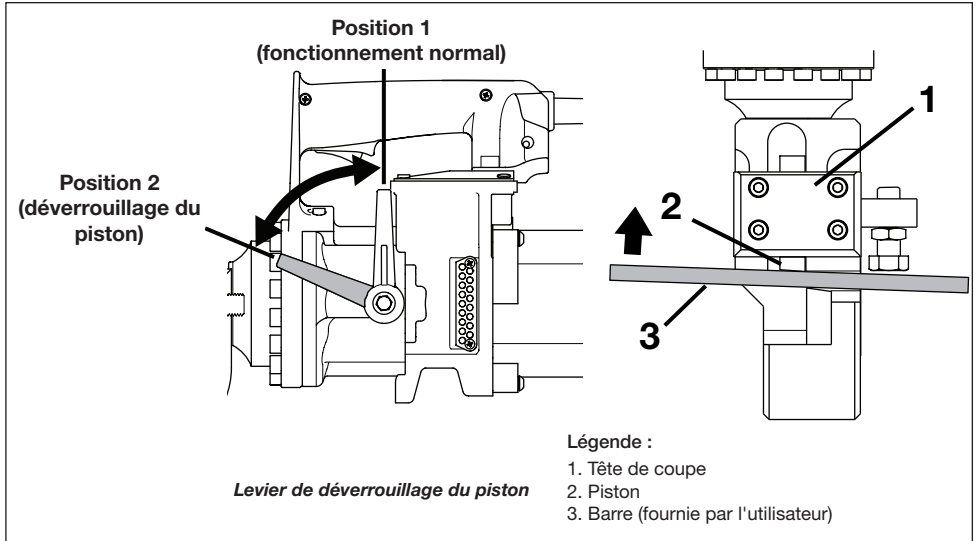

Figure 11, Procédure de rétraction manuelle du piston
3. Actionnez le levier de déverrouillage du piston vers la gauche pour libérer le piston. Voir la Figure 11, position 2.
4. À l'aide d'un morceau de barre d'acier, poussez manuellement le piston dans le corps du coupe-barre jusqu'à le ramener à la position d'origine. Voir la Figure 11, élément 3. Cela doit permettre de déloger la saleté ou tout autre corps étranger susceptible d'empêcher la rétraction du piston pendant le fonctionnement normal.
5. Actionnez le levier de déverrouillage du piston à fond sur la droite pour ramener le coupe-barre en mode de fonctionnement normal. Voir la Figure 11, position 2.
8. Nettoyez la partie exposée du piston. Enlevez les débris, les copeaux ou la saleté de cette zone. Voir la Figure 11, élément 2.